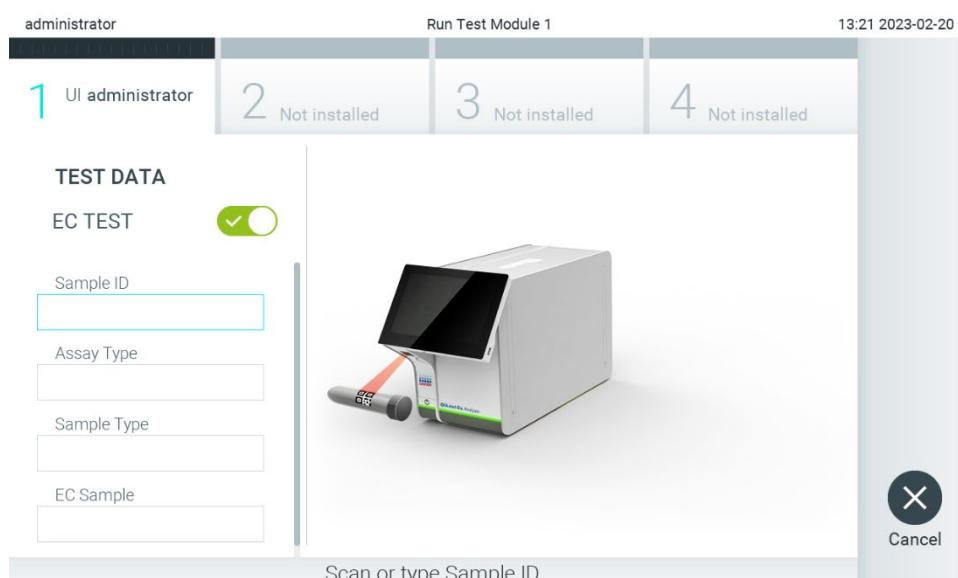

Abbildung 92. Einschalten der Umschalttaste „EC Test“ (EC-Test) zur Aktivierung eines EC-Tests.
2. Schalten Sie die Umschalttaste **EC Test** (EC-Test) ein (Abbildung 92).
3. Scannen Sie nach Aufforderung den Proben-ID-Barcode mit dem im Betriebsmodul integrierten Barcodeleser (Abbildung 92).